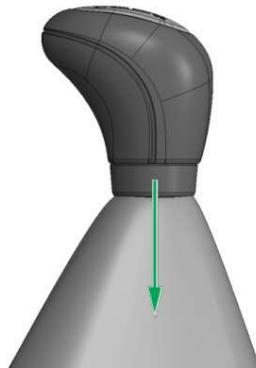

Рис. 21
- 2.1 Потянуть за кольцо вниз, вдоль рычага (Рис. 21).